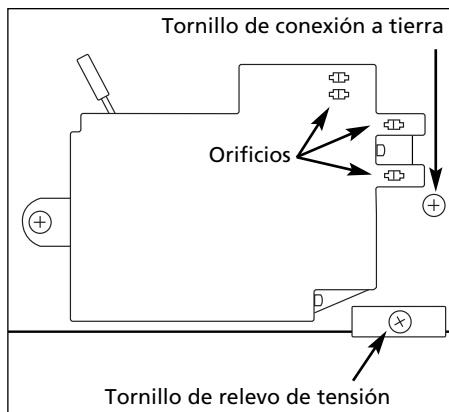

Figura 3
3. Ubique los orificios posteriores del presostato (Vea la Figura 3). Introduzca la punta de un destornillador pequeño dentro de estos orificios para sacar los alambres.
4. Desconecte el tornillo de conexión a tierra (Vea la Figura 3).
5. Desconecte el tornillo del relevo de tensión (Vea la Figura 3).